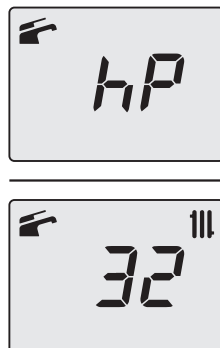

Figura 9.24
- Premendo il tasto 14 (Figura 9.20) è possibile variare la potenza in modalità spazzacamino: con visualizzazione sul display LCD delle lettere **hP** che si alternano con il valore di temperatura dell'acqua di riscaldamento (es. **32**), siamo in "funzione spazzacamino" alla potenza minima in riscaldamento (Figura 9.24).